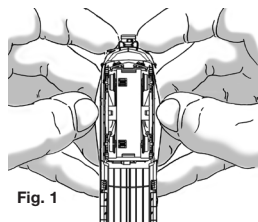
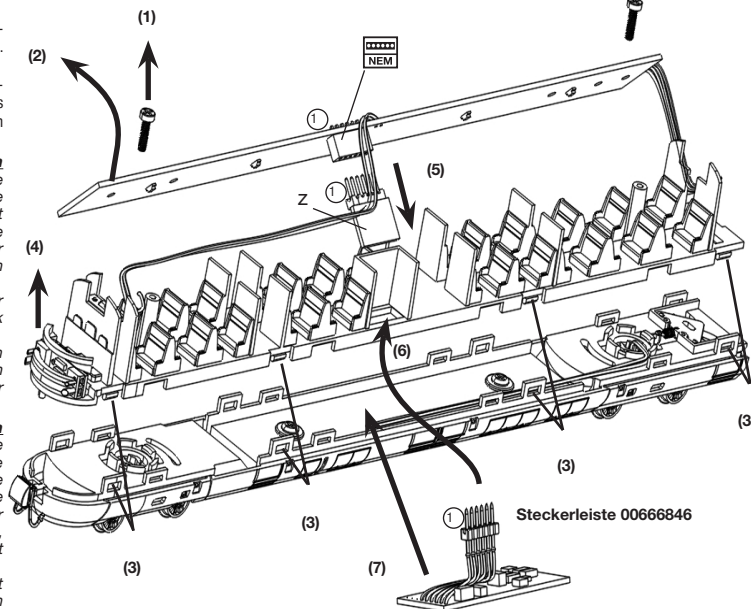

Fig. 1
Fig. 2
☉ In addition to the installation of a DCC decoder in the motor car, a installation of the **Fleischmann function decoder 686401 with plug connector 00666846** is needed in the control car! Opening the car by spreading of the housing in the amount of the bogies (Fig. 1). Open screws (1) lift board and tilt sideways away (2) Then unlock the interior by spreading the snap solve (3) and lifting up (4) Pull the jumper „Z“ (Fig. 2) from the interface (5) and insert the plug of the function decoder (6) instead of (the labels „1“ of plug and interface must face to each other!). Please refer also to the instructions of the function decoder! The plug 00666846 must be connected to the function decoder 686401 as follows: green=1, violet=2, red=3, black=4, white=5, yellow=6. The function decoder is placed between chassis and interior (7) and the car is closed in reverse order.
☉ En plus de l'installation d'un décodeur DCC dans l'automoteur, une installation du **décodeur de fonction Fleischmann 686401 avec connecteur 00666846** est nécessaire dans la voiture de contrôle! Ouvrez le véhicule par la diffusion du logement dans le montant des bogies (Fig. 1). Ouvrez les vis (1) et levez et d'inclinaison latérale loin la platine (2) Ensuite, l'intérieur en répartissant le composant logiciel enfichable résoudre (3) et relever (4) Tirer le connecteur „Z“ (Fig. 2) à partir de l'interface (5) et insérer la fiche du décodeur de fonction (6) (les étiquettes „1“ de la fiche et de l'interface doivent faire face les uns les autres!). S'il vous plaît se référer aux instructions du décodeur de fonction aussi! Le connecteur 00666846 doit être reliée au décodeur de fonction 686401 comme suit: vert=1, violet=2, rouge=3, noir=4, blanc=5, jaune=6. Le décodeur de fonction est placée entre le châssis et l'intérieur (7) et le véhicule est fermée dans l'ordre inverse.